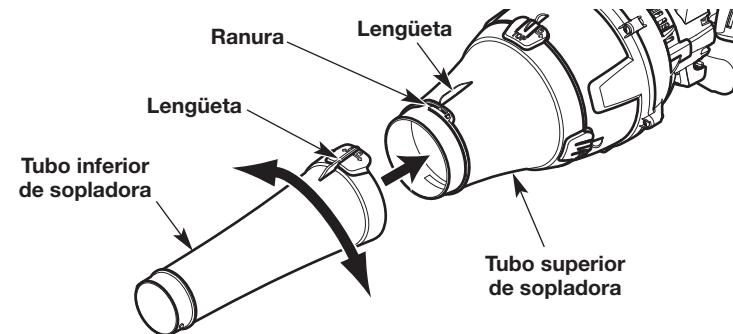

Fig. 4
1. Alinee la lengüeta del tubo inferior del soplador con la ranura del tubo superior del mismo (Fig. 4).
2. Empuje el tubo inferior del soplador sobre el tubo superior del soplador (Fig. 4).
3. Mientras sostiene la manija firmemente, gire el tubo inferior del soplador hacia la derecha hasta que calce en su lugar (Fig. 4). La lengüeta sobre el tubo inferior del soplador debe alinearse con la lengüeta del tubo superior del mismo.
2. Mientras sostiene la manija firmemente, gire el tubo inferior del soplador hacia la izquierda hasta que se separe del tubo superior del soplador (Fig. 4).